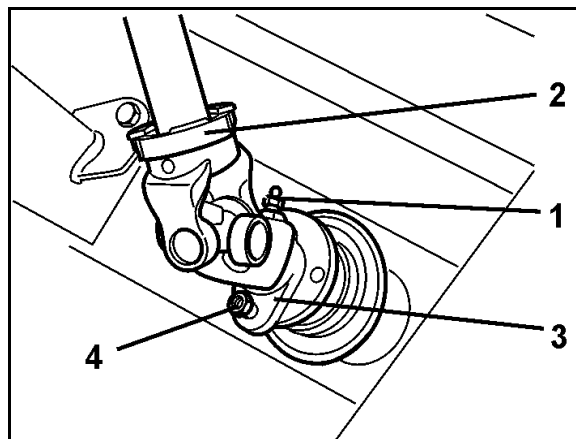

Fig. 87
2. Aflast fjedrene (Fig. 87/1) ved at løsne møtrikkerne (Fig. 87/2).